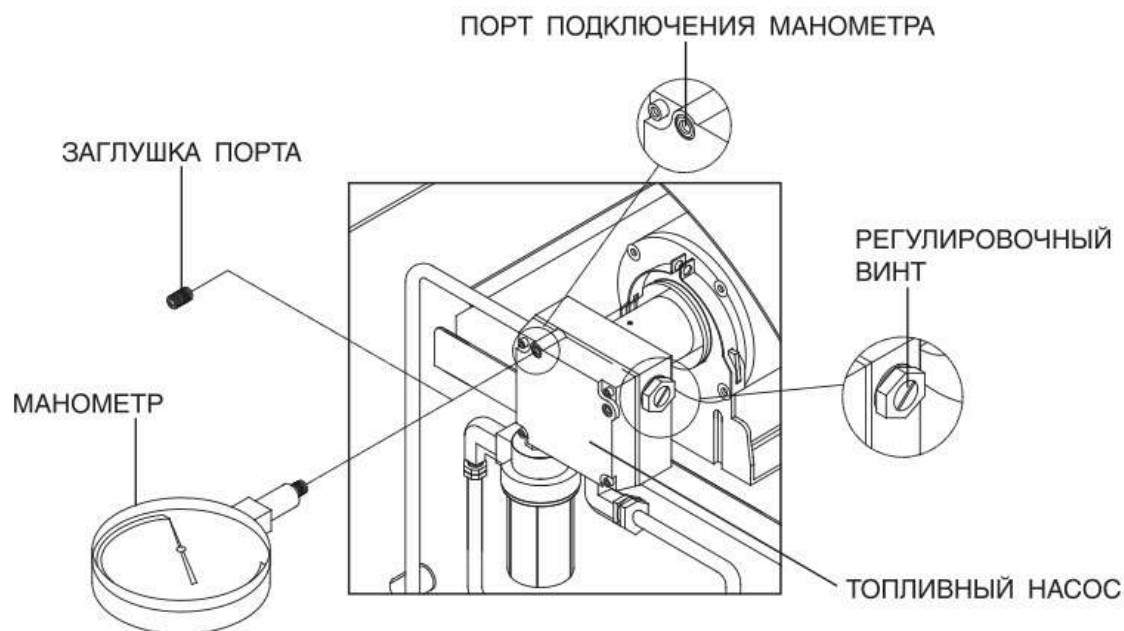

Рис. 16. Регулировка давления топливного насоса
- Установите в порт манометр (см. рис.16).
1. Поверните держатель предохранителя против часовой стрелки на 45° с помощью плоской отвертки и извлеките сгоревший предохранитель и корпуса (см.рис.16) .